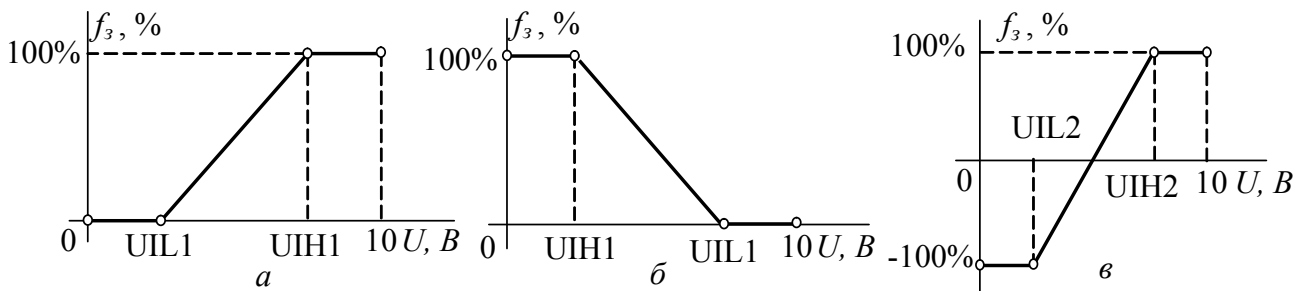
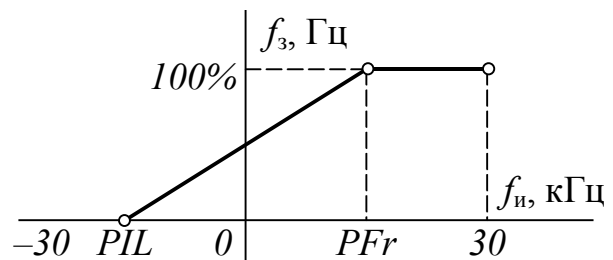

Рис. 7.3 Статические характеристики аналогового входа
Рис. 7.7 Статическая характеристика импульсного входа
Для согласования аналогового входа с источником сигнала его статическую характеристику (зависимость задания на частоту от входного сигнала) можно сделать нелинейной (рис. 7.3а). Абсциссы опорных точек (в диапазоне 0...10 В) для аналогового входа AII задают с помощью параметров (подменю AI1-, [AI1 CONFIGURATION], [КОНФИГУРАЦИЯ AI1]):
В случае, если  $UIL1 > 0$ , в диапазоне малых входных сигналов ( $0 \dots UIL1$ ) ПЧ не будет реагировать на изменение входного сигнала (зона нечувствительности), а задание на частоту будет нулевым. Если же сигнал больше  $UIH1$ , задание на частоту будет максимально возможным (зона насыщения). Если максимальное значение выбрано меньше минимального ( $UIH1 < UIL1$ ), статическая характеристика входа имеет вид, изображенный на рис. 7.3б.
- $POS$ , [ $0 - 100\%$ ] – только положительное задание, изменяющееся в пределах  $0 \dots 100\%$  (как на рис. 7.3а для первого входа);
- $nEG$ , [ $\pm 100\%$ ] – двухполярное задание, изменяющееся в пределах  $\pm 100\%$  при изменении входного сигнала в пределах  $0 \dots 10$  В или  $0 \dots 20$  мА (рис. 7.3в).
рис. 7.3а, б). Абсциссы опорных точек данной характеристики задают значения параметров (подменю PLI-, [RP CONFIGURATION], [КОНФИГУРАЦИЯ RP]):
Поскольку минимальная входная частота может быть отрицательной, статическая характеристика импульсного входа, в отличие от аналоговых, может принимать вид не только рис. 7.3а, б, но и рис. 7.7.